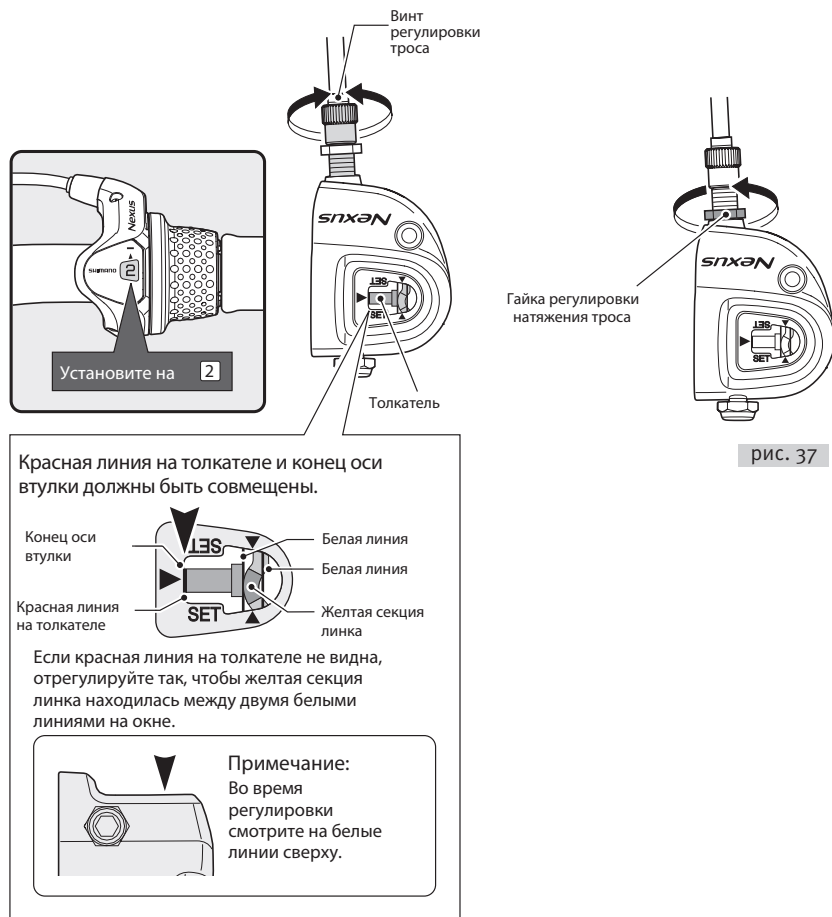

рис. 36
- 3.14.1. Установите манетку Revo-shift в положение «2». Затем вращайте винт регулировки троса до совпадения красной линии на толкателе с концом оси втулки (рис. 36).